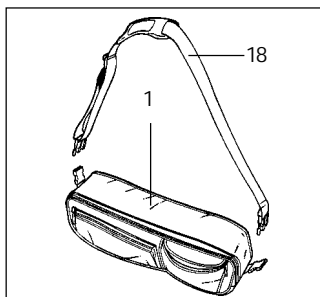

Abb. 11
- Den Schultergurt (18) von der Tasche trennen (siehe Abb. 11) und in die Tragetasche OXYTRON®Mobil (1) legen.